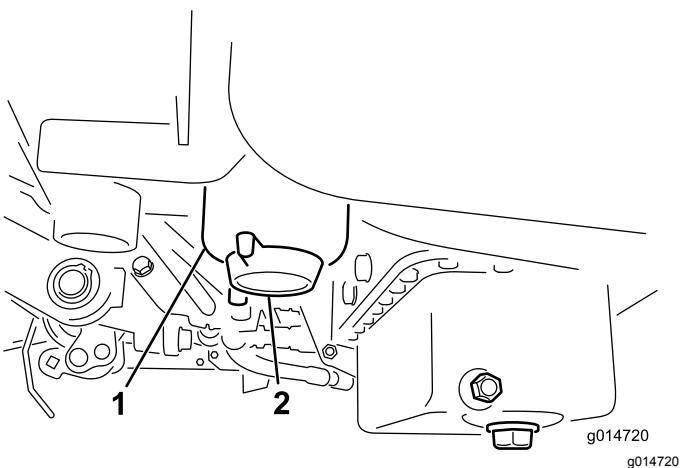

Figura 43
2. Limpie la zona de montaje del cartucho del filtro (Figura 43).
4. Abra el tapón de vaciado del filtro (Figura 43).